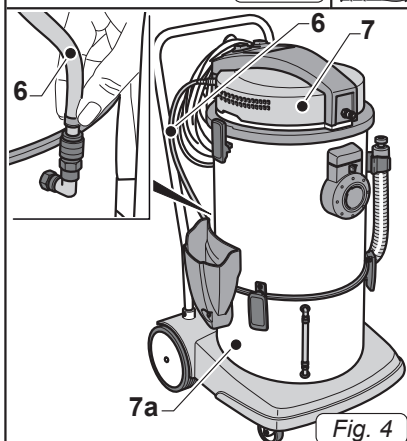

Fig. 4
- Controllare che il tubo di aspirazione detergente (6 Fig. 4) sia correttamente collegato alla testata (7 Fig. 4) ed al serbatoio (7a Fig. 4) tramite gli appositi raccordi rapidi.